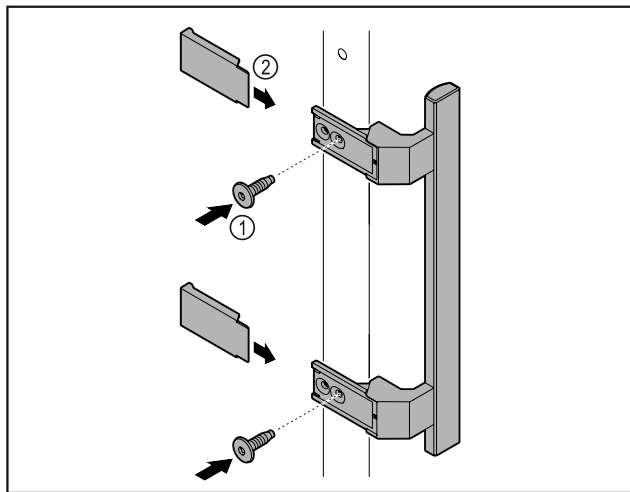

Fig. 5
- Kiinnitä oheispakkauksessa oleva kahva mukana olevilla ruuveilla Fig. 5 (1) oven.
- Aseta suojus Fig. 5 (2) paikalleen.